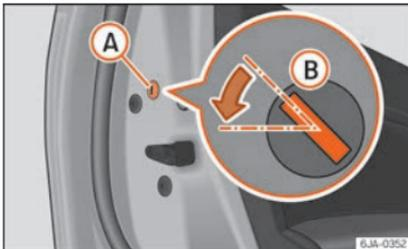

Abb. 6 Hintertür: Notverriegelung.
- Entfernen Sie die Abdeckkappe **A** »» **Abb. 6**.